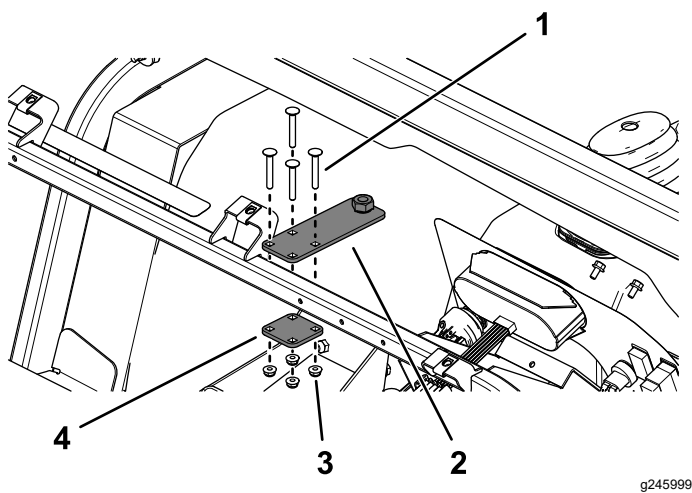

Figura 36
2. Instale a placa de ajuste e a placa posterior no tubo de suporte do painel utilizando os quatro parafusos de carroçaria ($\frac{1}{4}$ pol. x $1\frac{3}{4}$ pol.) e porcas flangeadas ($\frac{1}{4}$ pol.), como se mostra na Figura 36.